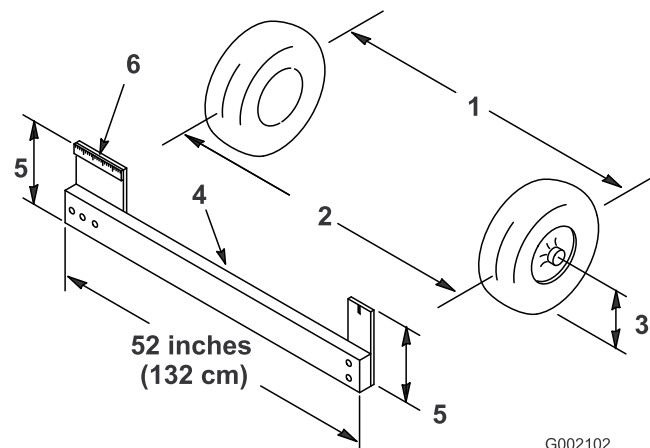

Figure 11
- Mesurez la distance entre les roues avant à hauteur d'essieu, à l'avant et à l'arrière des roues (Figure 11). Un gabarit ou un compas à verges est nécessaire
pour mesurer l'arrière des roues avant à hauteur d'essieu. Utilisez le même gabarit ou outil pour mesurer précisément l'avant des roues avant à hauteur d'essieu (Figure 11).